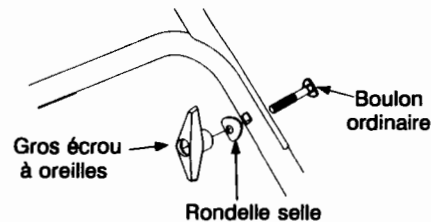

Figure 2
- Attachez le guidon supérieur sur le guidon inférieur avec des boulons ordinaires, rondelle selle et des gros écrous à oreilles. (Voir la figure 2).